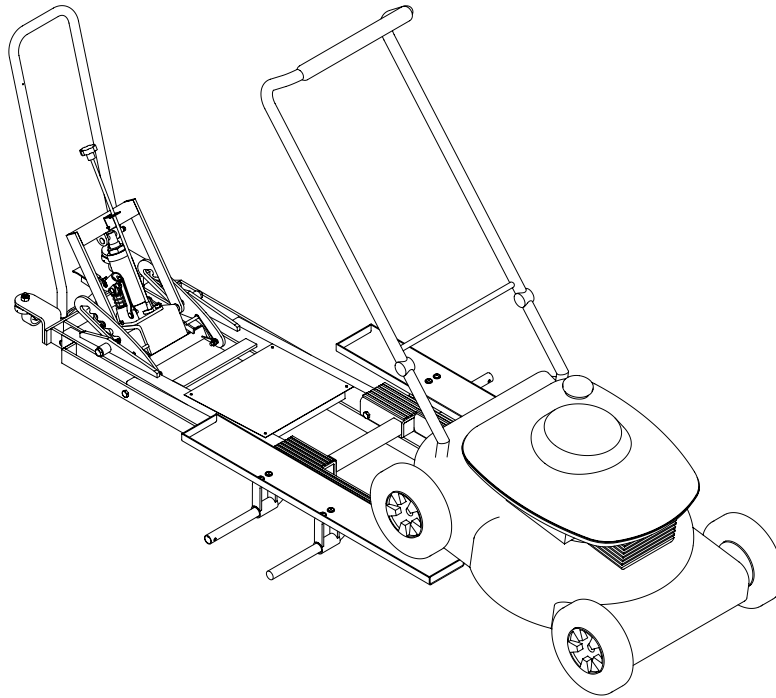

Figura 5: Instrucciones de carga
1. Levante la parte trasera de la podadora y hágala rodar por la vía de la rueda (vea la figura 5).